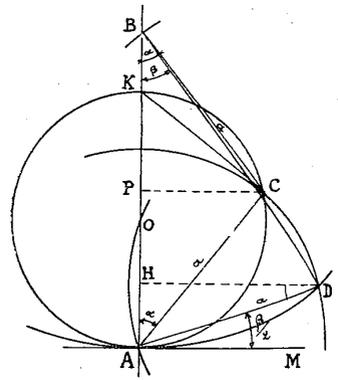

FIG. 2.
**Démonstration.** — Soient : (Fig. 2)